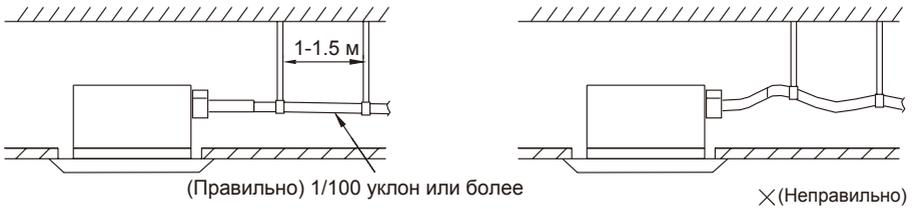

Рис.9
- (1) Диаметр дренажной трубы должен быть больше или равен диаметру соединительной трубы (виниловая трубка, размер: 25 мм (наружный диаметр)) (AFP-(85~200)XD(S,M)/B-T).
- (2) Прокладывайте дренажную трубу по кратчайшему пути с понижением, избегая петель, с уклоном как минимум 1/100, с целью предотвращения образования воздушных пузырей (Рис. 9)
- (3) Если дренажный шланг не удается должным образом согнуть, добавляйте трубы подъема дренажа.
- (4) Для недопущения провисания дренажного шланга, размещайте крюки его подвески на расстоянии 1-1.5 (Рис. 9)